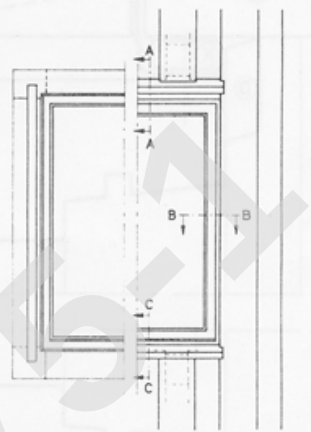

Fig. 01.
- 01 Dette blad viser eksempel på hvorledes man med en ekstra pappremse kan lage en tett vindusomramming i trevegger med stående panel, fig. 01.
- 04 Når det brukes vindushengsler med fast hengselpinne, må man passe på at dekklisten ① over vinduet ikke blir tykkere enn 5/8", og at høyden fra vindusrammen til omrammingslisten ② er minst så stor at man kan løfte vinduet av hengslene.